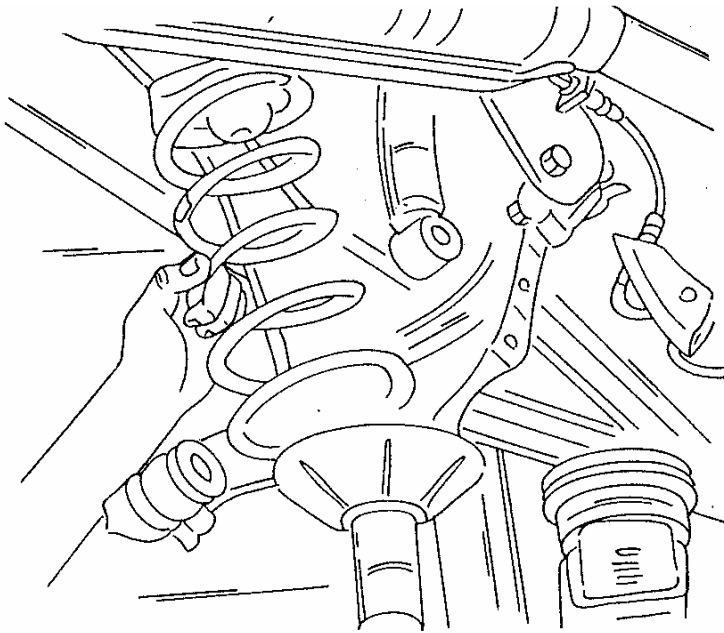

Bild 4
- Den Wagenheber langsam senken, während man die Schraubenfeder hält. Diese wird frei sobald die Spannung entnommen ist und kann seitlich herausgenommen werden, wie es in Bild 4 gezeigt ist.